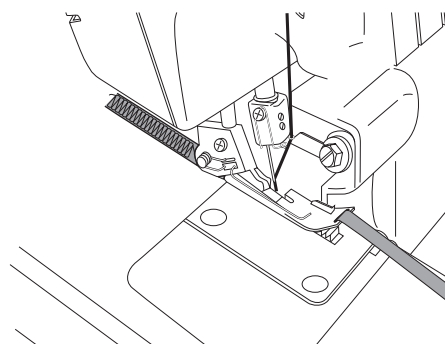

Bild 107
4. Lägg dem under pressarfoten **21** och kettla av till önskad längd (bild 107).